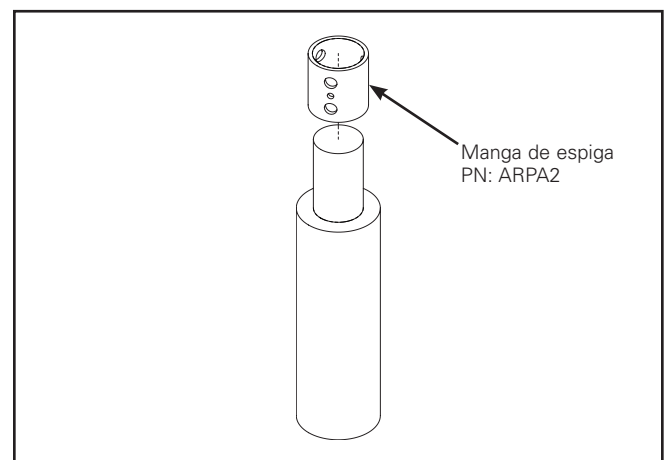

Figura 6.
1. Deslice la manga de espiga **ARPA2** sobre la espiga de 2-3/8". (Figura 6.)